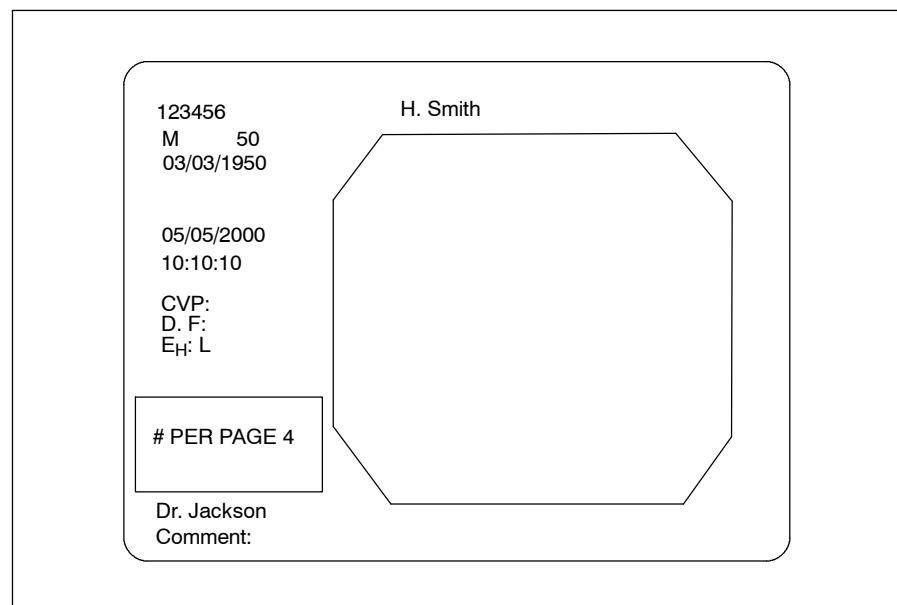

Figura 6.61
- Pulsando una vez la tecla aparecerá en la pantalla la configuración de página actual durante 2 segundos (ver figura 6.61).